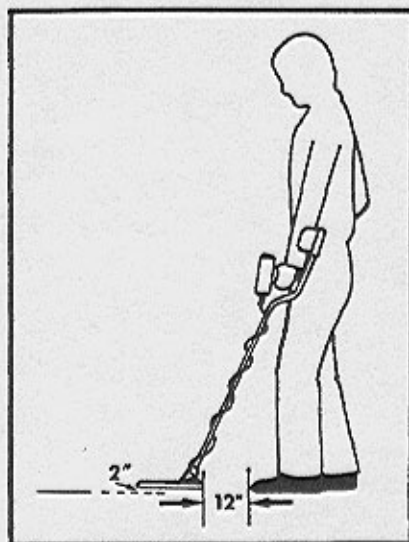

Рис. 2.
6. Отрегулировав длину штанги и угол наклона катушки, вы можете занять "поисковое" положение (как на рис.2), слегка наклонившись вперед и приподняв руку (все еще прямую), пока катушка не будет на расстоянии 30 см от конца ваших ботинок и на высоте 5 см от грунта.